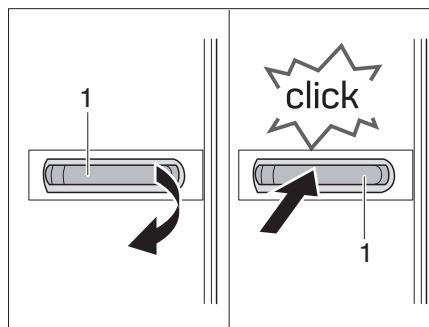

Bild 116 Kühlschranktür öffnen/schließen
- Am Türgriff (Bild 116/1) ziehen. Die Kühlschranktür wird geöffnet.
- Kühlschranktür am Türgriff (Bild 116/1) zu drücken. Die Kühlschranktür rastet hörbar in die Verriegelung ein. Die Tür ist für den Türbetrieb korrekt geschlossen, wenn ein deutliches Klicken zu hören ist.